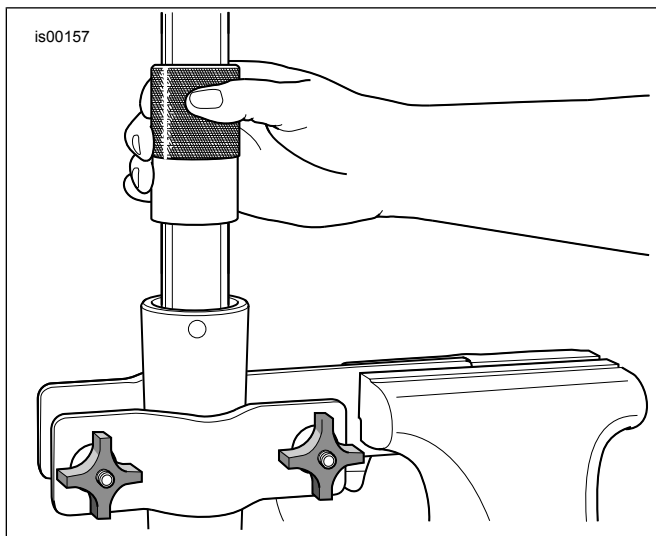

Figura 4. Montaggio del paraolio della forcella
1. Far scorrere il coperchio parapolvere (13), il parapolvere (4), il paraolio (10) (il lato con le lettere rivolto verso il basso), il distanziale (15) (lato concavo in alto) e la boccola inferiore (9) sulla canna del gruppo della canna della forcella (12) per la successiva installazione.
2. Installare la boccola superiore (7) nella scanalatura del gruppo della canna della forcella (12). La boccola deve essere espansa quanto basta per collocarla sulla canna.
3. Installare il gruppo della canna della forcella (12) nel fodero della forcella (5).
4. Vedere la Figura 4. Installare la boccola, il distanziale e il paraolio nel foro del fodero battendo sui componenti con l'ATTREZZO PER BOCCOLE DELLE TENUTE DELLA FORCELLA (B-42571) per spingerli verso l'alto.
5. Installare gli anelli di ritengo interni (3) nella scanalatura sul fondo del fodero della forcella.
6. Installare il parapolvere (4) e il coperchio del parapolvere (13).
7. Inserire la cartuccia (1) nel foro della canna della forcella.
8. Installare la vite e la rondella (14) alla base del gruppo della forcella (12). Spostare più volte il fodero per l'intera corsa all'interno del fodero per accertare che i componenti siano allineati. Quindi, applicando una forza discendente sulla cartuccia e serrare la vite. Serrare la vite ad una coppia di 15–25 N·m (12–18 ft-lbs).
9. Inserire il distanziale della precarica (16) sulla cartuccia nel foro della canna della forcella.